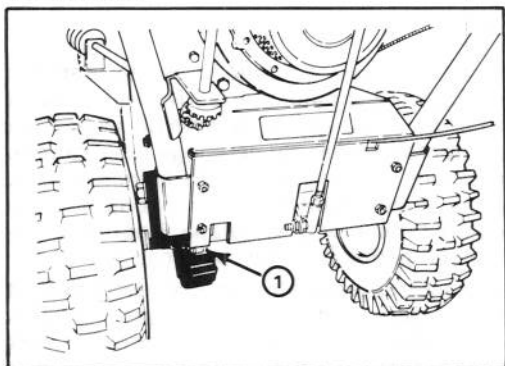

Figure 19
1. Une fois par an, la chaîne d'entraînement doit être lubrifiée à l'aide d'une huile pour chaîne (fig. 19). Essuyez toute huile qui a coulé à l'extérieur.